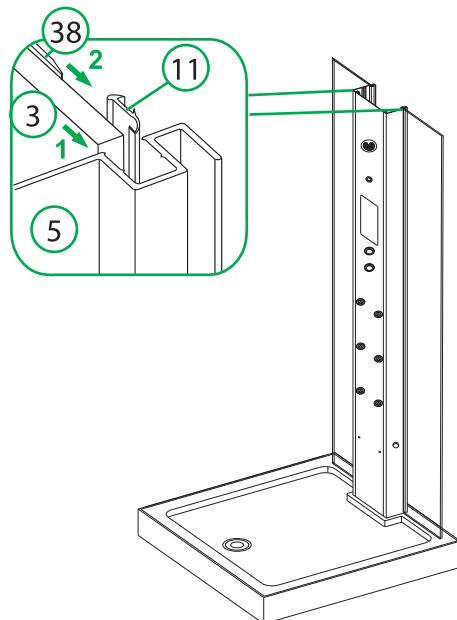

Рис. 4 / 4-сур.
- Установите на поддон центральную панель. Зафиксируйте малые задние неподвижные стеклянные панели в пазах центральной панели с помощью ПВХ-уплотнителей (рис. 4).